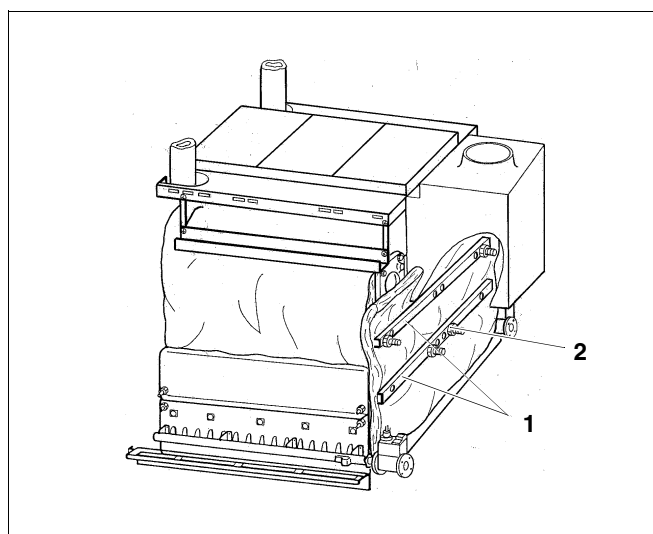

Fig. 53 Montage des cornières sur la face arrière
- Engager les deux cornières de la face arrière (fig.53, **pos.1**) sur les distanceurs (fig.53, **pos.2**) et fixer à l'aide d'écrous M8.